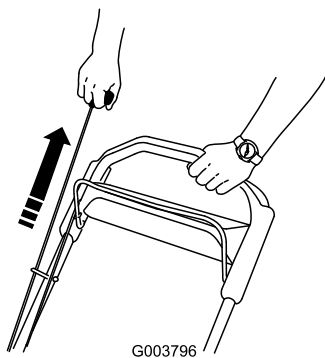

Figure 14
- Tirez la poignée du lanceur à partir de la position de marche (Figure 14).